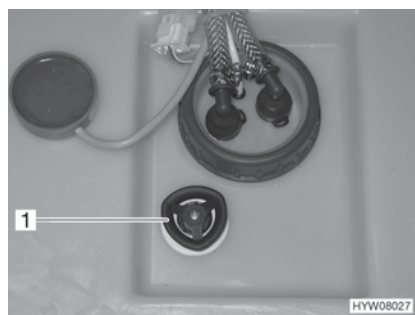

Bild 139 Vattentank med ratt
- Vrid ratten (Bild 139,1) på vattentanken medurs till stoppläget.
- Vrid ratten (Bild 139,1) på vattentanken moturs till motståndet. Vattnet rinner ut tills ca 20 liter är kvar.